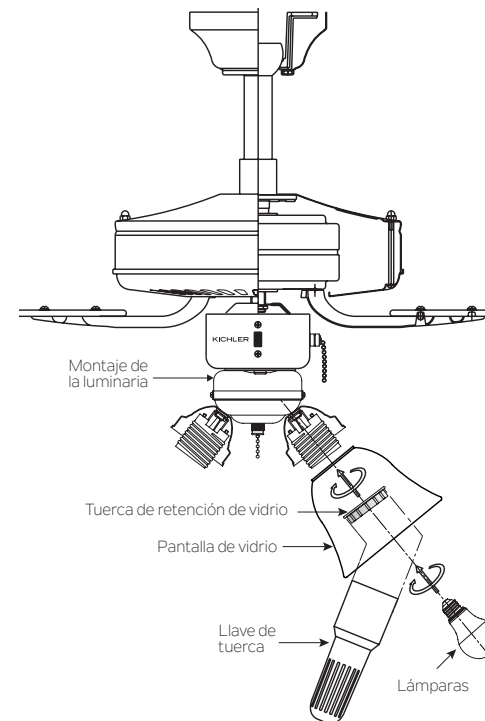

Fig. 3
1. Retire la tuerca de retención de la pantalla de vidrio de cada zócalo. Inserte una pantalla de vidrio (no incluida) en el soporte de vidrio, luego reemplace y apriete la tuerca de retención hasta que esté firmemente apretada. Repita este procedimiento para los tonos de vidrio restantes. (Fig. 3)
2. Instale 4 lámparas LED E26 de 9 vatios (provistas), una en cada portalámparas. (Fig. 3)